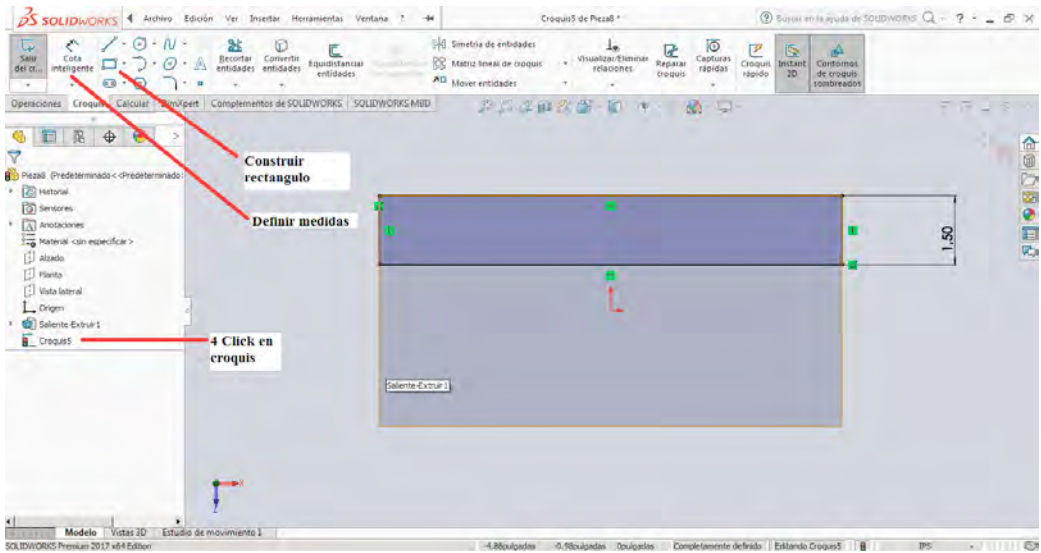

Figura 3-28
4. Con el sólido 3D definido se procesa a seleccionar la cara superior para realizar un croquis sobre ella, se selecciona la herramienta **Rectángulo** y se realiza el procedimiento mostrado en la figura 3-28 en este caso las dos piezas que se han creado quedaran fusionadas.